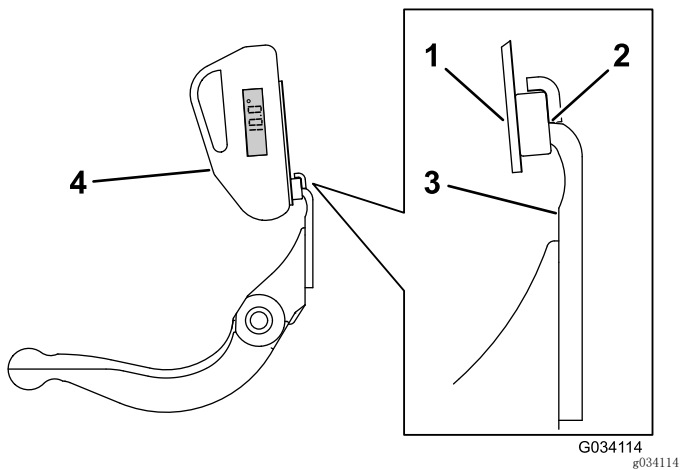

图28
- 3. 将角度指示器底座放在底刀边缘上，以使磁体边缘与底刀边缘紧密配合（图28）。
4. 如 图28 所示，将角度指示器放置到底座上。